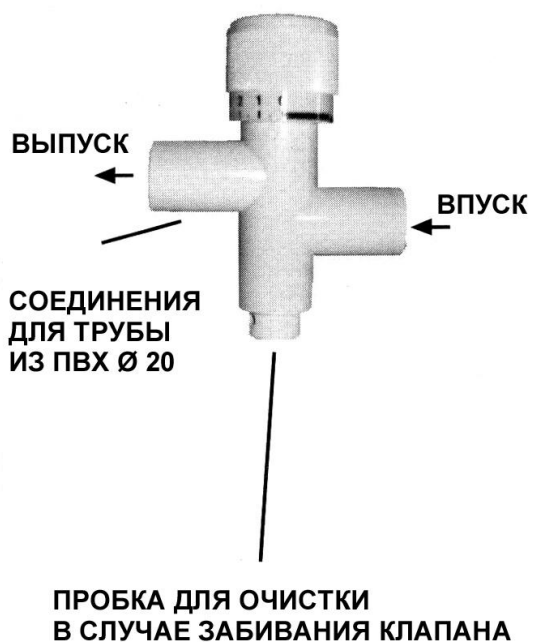

Рис. 5
1. Откройте крышку дозатора (рис. 5).
3. Откройте крышку дозатора (рис. 5).